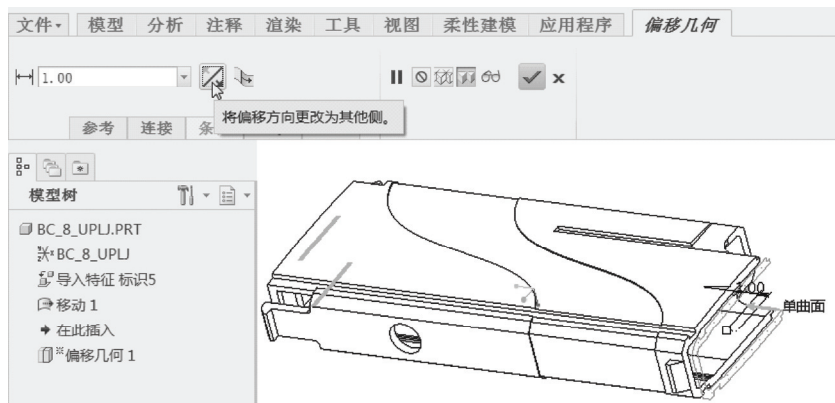

图 8-85 输入偏移距离并反转偏移方向
- 3) 在“偏移几何”选项卡的（偏移距离）值组合框中输入偏移距离“1”，并单击（将偏移方向更改为其他侧）按钮，此时如图 8-85 所示。